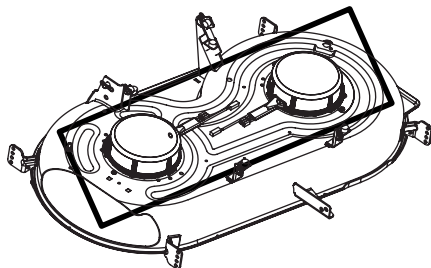

Figura 30
- No utilice agua sobre ninguna parte del tractor (Figura 30). Ello podría dañar los componentes eléctricos y los motores del tractor. Podrá mantener el tractor limpio mediante el uso de aire comprimido y/o soplador de hojas o cepillo, esponja húmeda o trapo.